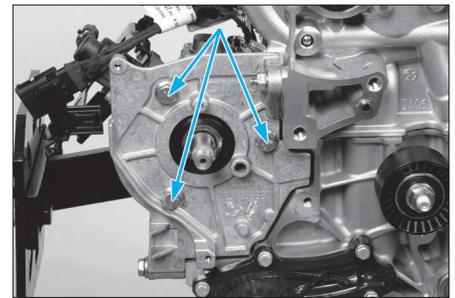

FIG. 28
- Déposer les 3 fixations avant (Fig.28), avec le support arrière (3) (Fig.27) de la pompe puis la dégager.